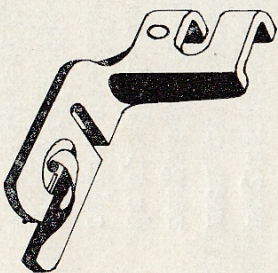

Fig. 20
- Gebruik het voetje voor het maken van schulpzomen (fig. 20).